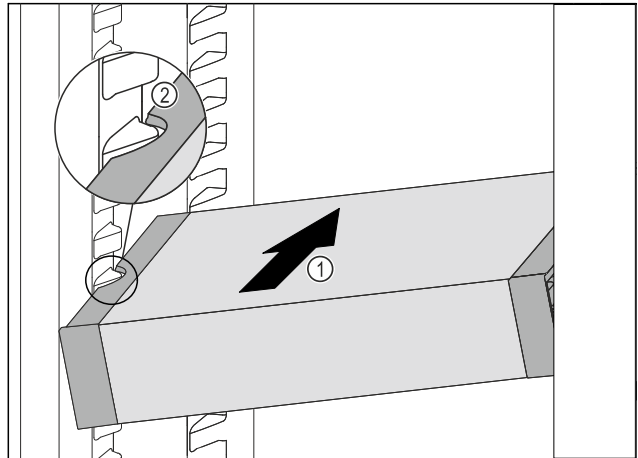

Fig. 71
- ▶ Introduzca el VarioSafe en posición oblicua en el compartimento del frigorífico Fig. 71 (1) hasta que los huecos laterales Fig. 71 (2) del VarioSafe se encuentren a la altura de la nervadura del recipiente en el compartimento frigorífico.